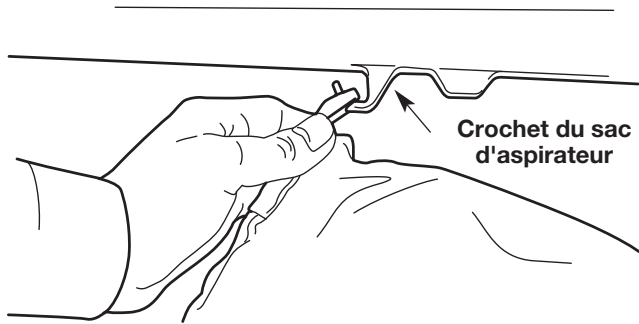

Fig. 3
1. Fixez le sac d'aspirateur à son crochet, sur le tube de souffleuse/aspirateur (Fig. 3).